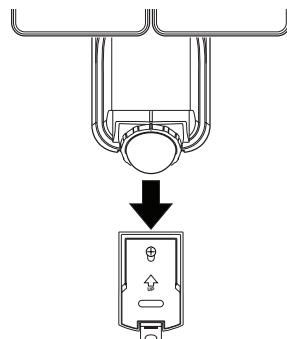

Figura 7
- Deslice la parte de atrás del aparato de luz hacia abajo sobre la placa de montaje hasta que cierre a presión en su sitio (vea la Figura 7).